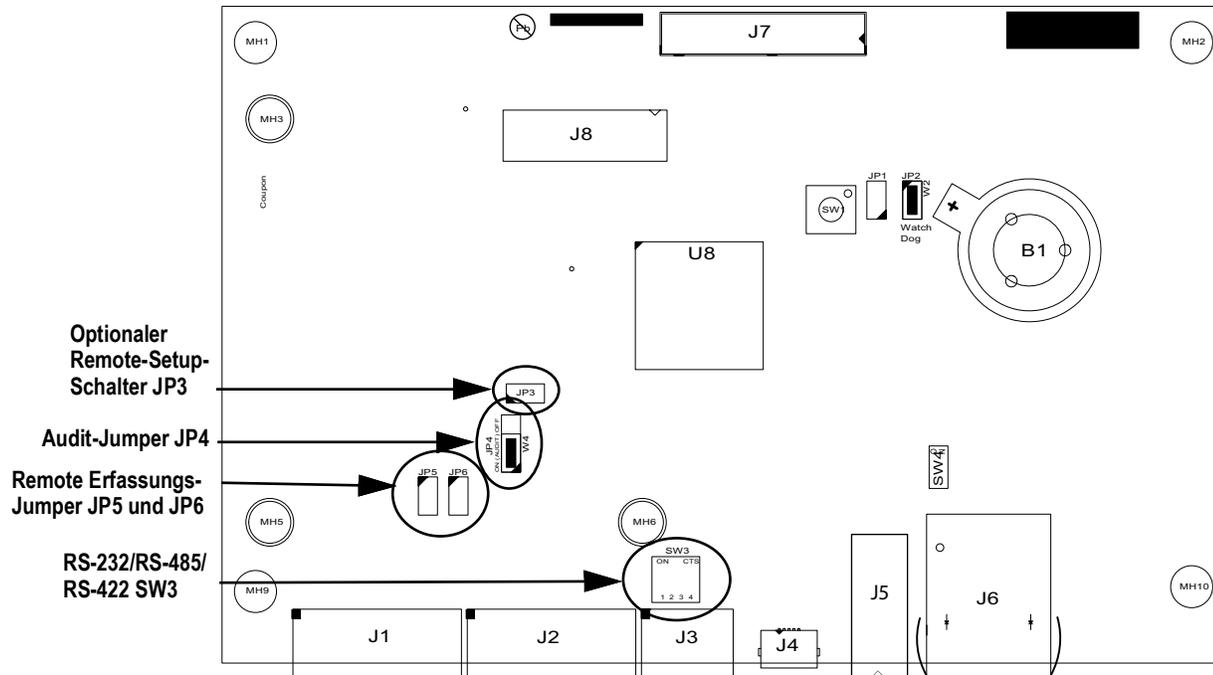

Abbildung 2-24. 880 CPU-Platine
**HINWEIS:** Bei Verwendung eines 4-poligen Kabels die Steckbrücken JP5 und JP6 eingesteckt lassen (siehe Abbildung 2-24 auf Seite 35).